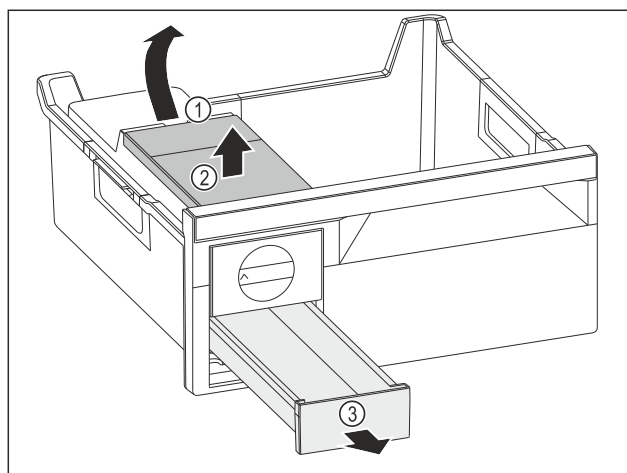

Fig. 143
- ▶ Retirer le réservoir d'eau : Soulever le réservoir d'eau hors de l'évidement Fig. 143 (1).
- ▶ Retirer le réservoir d'eau Fig. 143 (2) vers le haut.
- ▶ Retirer le compartiment à glaçons Fig. 143 (3) vers l'avant.